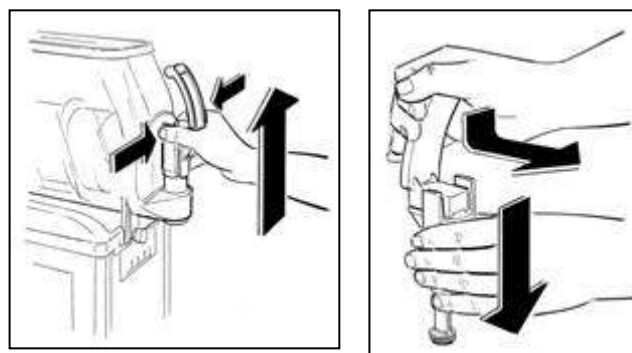

Fig. 7
- **D**esmonte el grifo de la cubeta presionando al mismo tiempo en las dos aletas de bloqueo y lo levante de forma que se extraiga de su asiento (fig.7).
- **D**esensamble el grifo en todos sus componentes teniendo presionado hacia abajo el cuerpo y sacando la palanca de su mismo asiento (fig.7).